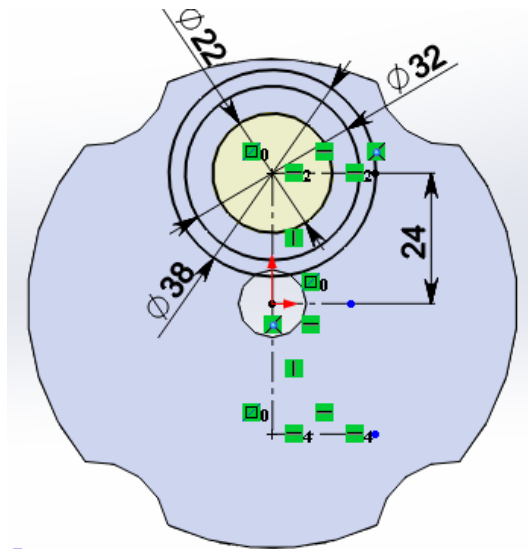
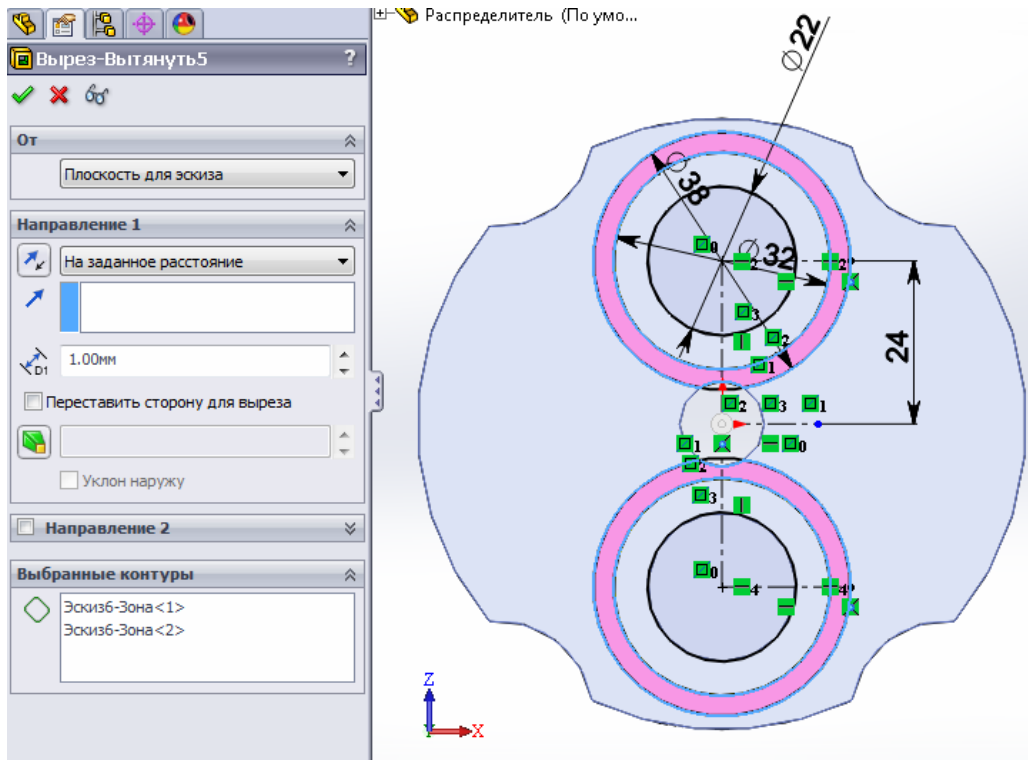
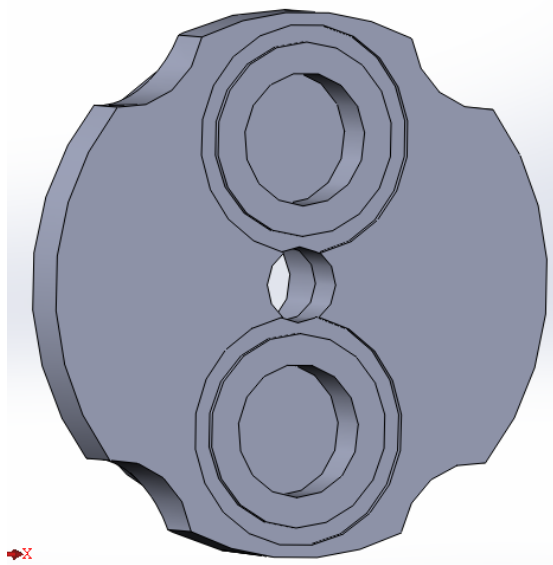

Рис.7. Ескіз для вирізів діаметром 32мм та 38 мм
Рис.11. Створення циліндричних пазів, що обмежені діаметральними розмірами 32мм та 38 мм
Рис.12. Результат вирізання пазів
7. Знову створимо новий ескіз. (Рис.7)
9. Використаємо раніше побудований ескіз (рис.7). За допомогою інструменту «Витянутий виріз» витягуємо його “НА ЗАДАНОЕ РАССТОЯНИЕ”, вказавши глибину 1 мм. (Рис.11) та отримаємо зображення (Рис.12)